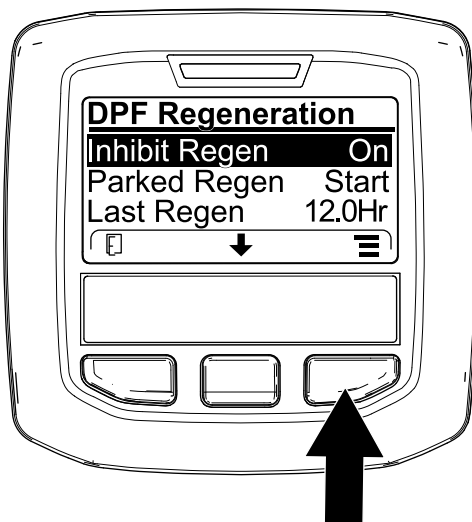
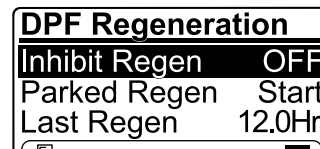

Bild 50
Bild 51
1. Navigieren Sie auf das Menü „DPF Regeneration“, drücken Sie die mittlere Taste und navigieren Sie auf die Option INHIBIT REGEN.; drücken Sie die rechte Taste, um den Eintrag „Inhibit Regen.“ auszuwählen (Bild 50).
2. Drücken Sie die rechte Taste, um die Einstellung für das Verhindern der Regenerierung von „On“ in „Off“ (Bild 50) oder von „Off“ in „On“ (Bild 51) zu ändern.